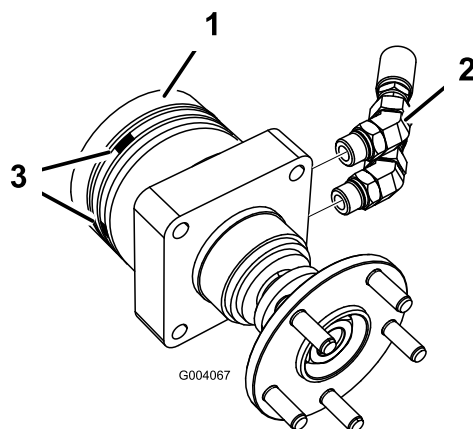

Bild 2
4. Befestigen Sie zwei 45°-Hydraulikanschlussstücke an jedem Radmotor (Bild 2). Richten Sie die Anschlussstücke so aus, dass sie gerade nach hinten zeigen.